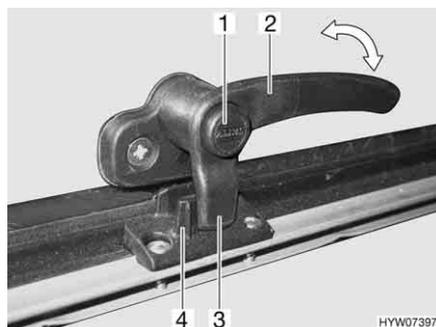
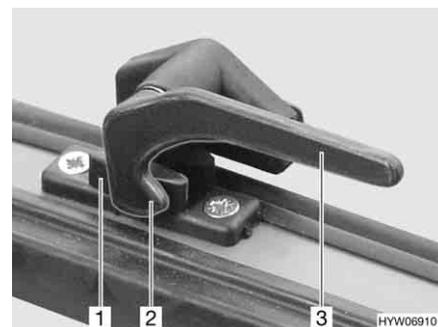

Fig. 66 Leva di serraggio con bottone di sicurezza in posizione "Chiuso"
Fig. 67 Leva di serraggio in posizione "Chiuso"
- Se presente, premere e tenere premuto il bottone di sicurezza (Fig. 66,1).
- Ruotare la leva di serraggio (Fig. 66,2 o Fig. 67,3) di un quarto di giro verso il centro della finestra.
- Ruotare la leva di serraggio (Fig. 66,2 o Fig. 67,3) di un quarto di giro verso il telaio della finestra. Il nasello di chiusura (Fig. 66,3 o Fig. 67,2) della leva di serraggio si trova completamente sul lato interno della chiusura della finestra (Fig. 66,4 o Fig. 67,1).
- In posizione "Completamente chiusa" (Fig. 66 e Fig. 67)